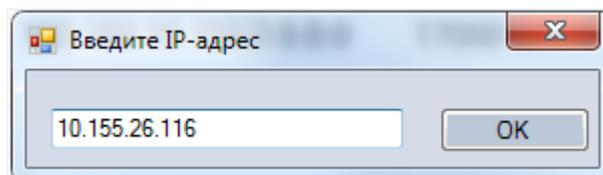

Рис. 2.9 – Окна ввода IP-адреса модуля CPU
3) Если поиск не дал результатов, следует провести поиск модуля по IP-адресу. Для этого в окне плагина MK500 IODevice следует нажать кнопку «Поиск по IP», в открывшемся окне ввести IP-адрес порта ETH1 желаемого модуля и нажать кнопку «ОК» (Рис. 2.9). Все IP-адреса модуля CPU бегущей строкой показываются на панели индикации.